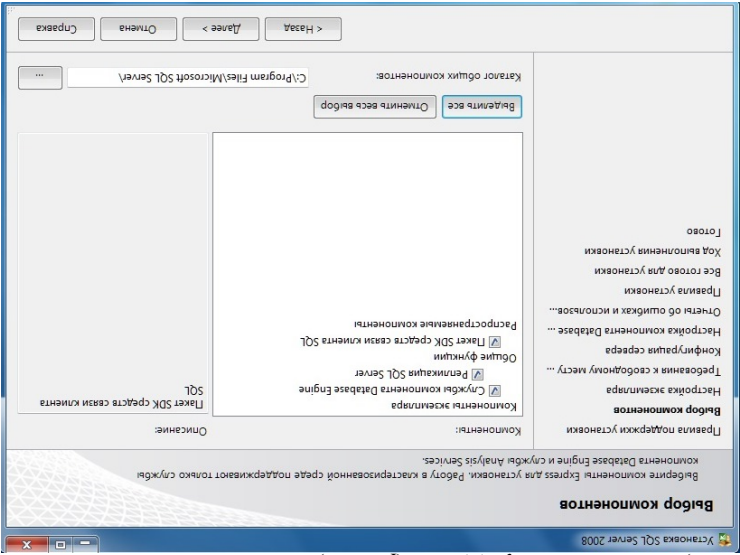

рис. 32
2.10 Выбрать компоненты для установки (рекомендуется воспользоваться кнопкой «Выделить все»), и нажать кнопку «Далее» (рис. 32):